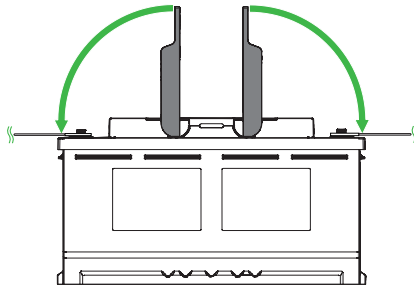

Abbildung 9. Platzieren Sie die Griffabdeckungen über die Anschlussklemmen
5. Platzieren Sie die Griffabdeckungen über die Anschlussklemmen. (Abbildung 9)